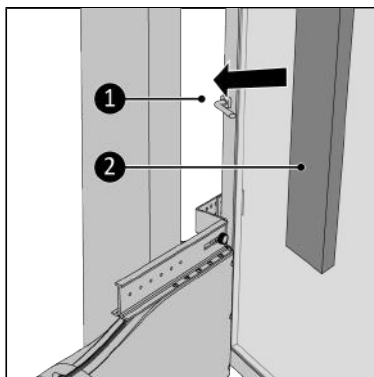

Abbildung 145.
17. Füllen Sie die Freiräume (Abbildung 145, Pos. 1) mit dem gelieferten Isolierschaum (Abbildung 145, Pos. 2) auf, schneiden Sie den Schaum ab, falls notwendig\*.